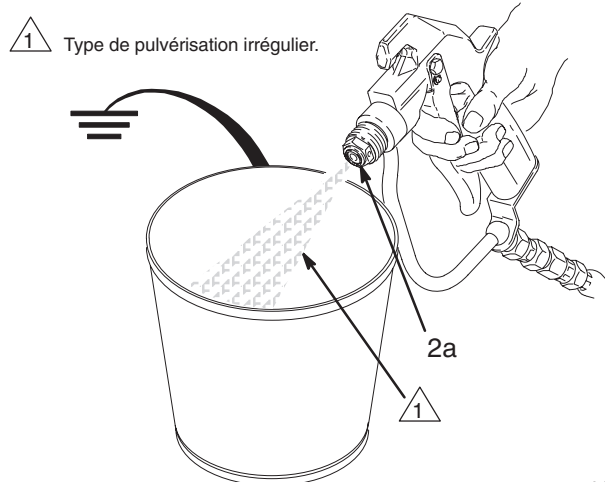

Fig. 5
4. Diriger le pistolet vers un seau métallique relié à la terre tout en le maintenant fermement sur le seau. Déclencher le pistolet. Si le produit qui s'écoule **n'est pas** diffusé en un jet irrégulier, remplacer immédiatement l'ensemble du kit de pointeau. Voir Fig. 5.